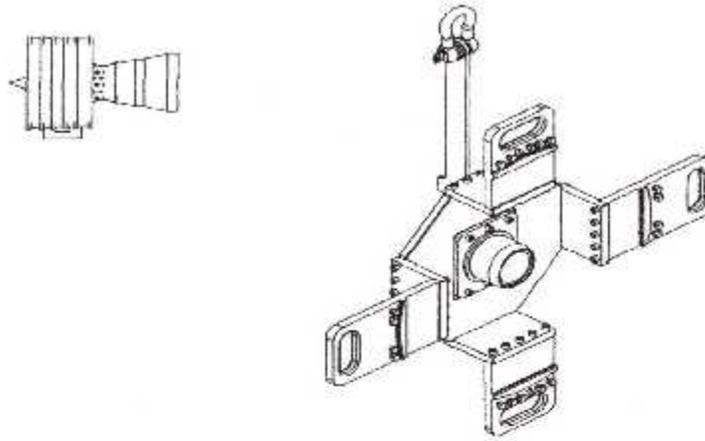

Fig. III. 67: Le Dispositif Levage / Pivotement, 856A1839G01.
2. On Attache le **Dispositif Levage/ Pivotement, 856A1839G01** (fig. III. 67) aux brides avant du carter stator avant du compresseur avec des boulons et des écrous fournis.